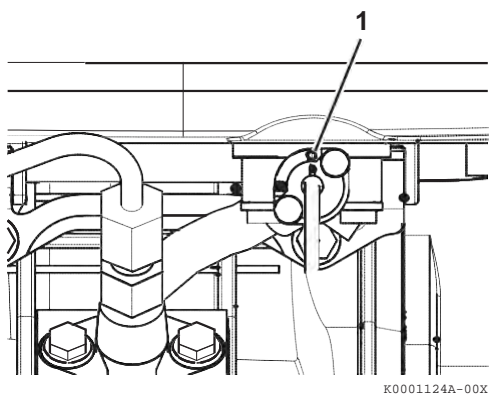

Figura 1
2. Accertarsi che il rubinetto del carburante sia in posizione ON. **(Figura 1, (1))**.